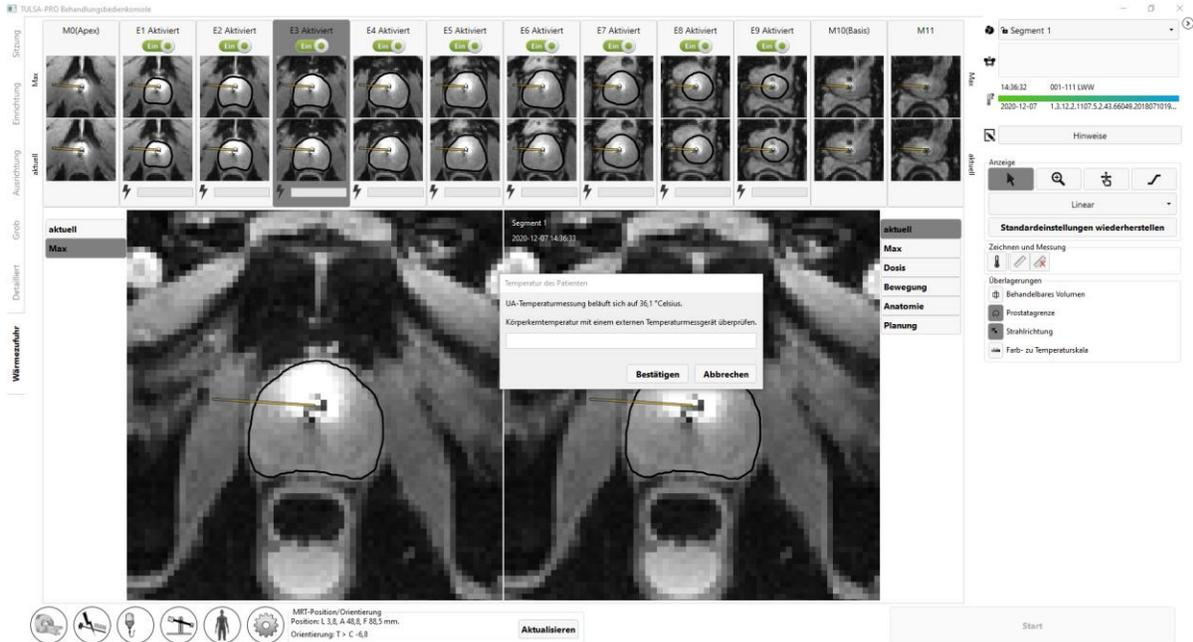

Abbildung 46: Der Benutzer muss die Körperkerntemperatur des Patienten eingeben, bevor er zu „Wärmezufuhr“ übergehen kann
4. **Radiologe:** Die TDC fordert Sie auf, vor dem Fortfahren die Körperkerntemperatur mit einem externen Temperaturmessgerät zu kontrollieren (*Abbildung 46*). Geben Sie die Temperatur in Grad Celsius ein, und klicken Sie auf „Bestätigen“. Die TDC wechselt in den Status **Behandlungseinleitung** und der Bildschirm zeigt an, dass er jetzt für den Empfang von Thermometriebildern bereit ist. Ab diesem Zeitpunkt kann der MRT-MTRA auf „Scan starten“ klicken. Bevor Bilder aufgenommen werden, muss der Scanner einen CoilSurveyScan und einen SenseRefScan durchführen.
2. **Radiologe:** Die TDC fordert Sie auf, vor dem Fortfahren die Körperkerntemperatur mit einem externen Temperaturmessgerät zu kontrollieren (*Abbildung 46*). Geben Sie die Temperatur in Grad Celsius ein, und klicken Sie auf „Bestätigen“.